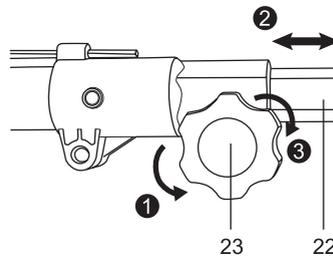

Fig. 23
1. Desaperte o botão de bloqueio (23) rodando-o para a esquerda e ajuste a extensão da vara (22) ao comprimento necessário. (Fig. 23)
2. Aperte o botão de bloqueio (23) rodando-o para a direita. (Fig. 23)